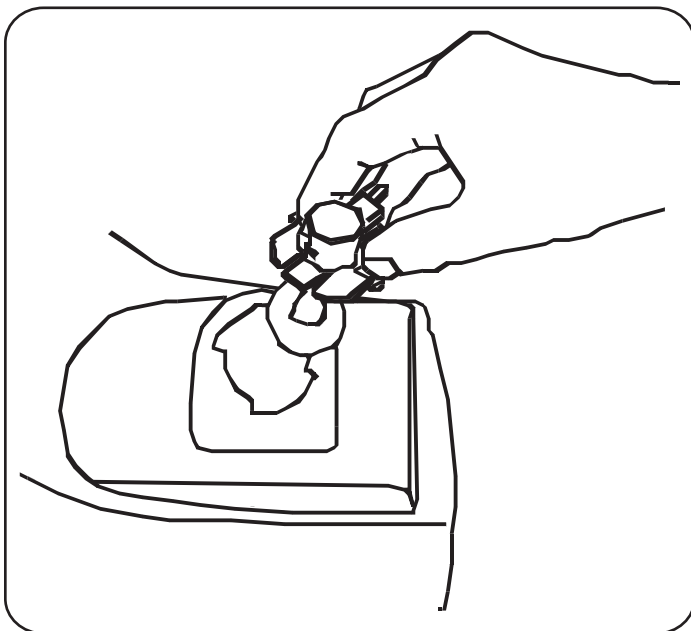

Figura 21
3. Gire la boquilla conectora aproximadamente un $\frac{1}{4}$ de vuelta para alinear lengüeta con la muesca de la caja del reflector; luego retire el foco y la boquilla conectora de la caja del reflector. Consulte la Figura 21.
5. Alinee un poste de bloqueo del foco con la muesca de la boquilla, luego empuje el foco hacia adentro y gire hacia la derecha para bloquear. Consulte la Figura 21.